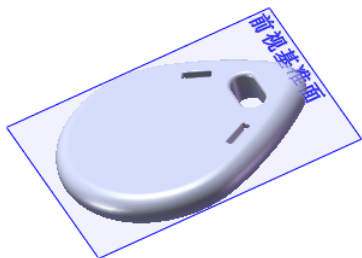

图 3.27.3 分割零件
Step3. 在设计树中选取 **前视基准面** 为剪裁工具，单击 **切除零件(C)** 按钮，此时系统会自动将整体模型分割成两个部分，如图 3.27.3 所示（鼠标移动到模型上方的时候，单个实体会高亮显示）。